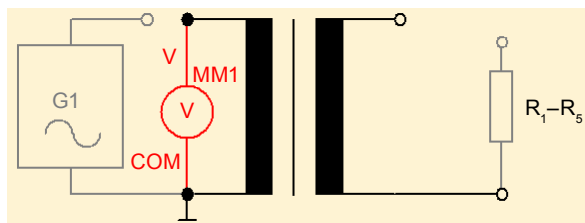

Рис. 2. Схема подключения мультиметра 1 на первичной обмотке трансформатора
6. Соединить заземленный вывод первичной обмотки трансформатора с гнездом COM мультиметра 1 (рис. 2).
7. Соединить верхний вывод первичной обмотки трансформатора с входом V мультиметра 1 (см. рис. 2).